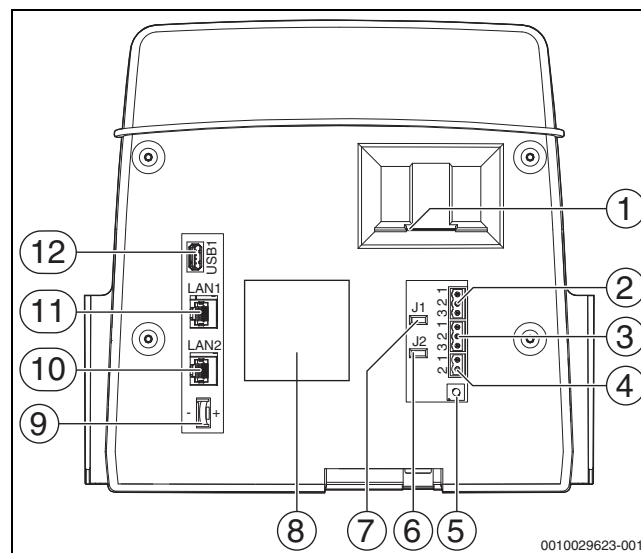

Рис. 4 Подключения пульта управления
Модуль безопасности нельзя использовать для котлов с активацией через подключение EMS (→ рис. 4, [4], стр. 11).
- С обратной стороны пульта управления к клеммам EMS (→ рис. 4, [4], страница 11) с
Для теплогенераторов (например, блок-ТЭС), подключенных через Modbus-RTU (→ рис. 4, [3], стр. 11):
- ▶ Подключите блочную теплоэлектростанцию к разъему Modbus-RTU (→ рис. 4, [3], страница 11).
Конечное сопротивление (J2) (→ рис. 4, [6], страница 11) в состоянии поставки замкнуто (вставлено = активировано).
Установка модуля FM-SI на теплогенераторах EMS не допускается, если теплогенератор подключен через клемму EMS (→ рис. 4, [4], стр. 11).